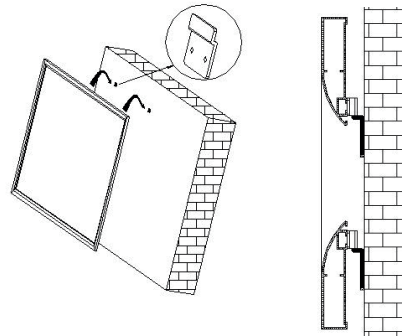

Imagen 16
3. Monte el soporte de montaje (C) con los tornillos de rosca (F) y los tacos de plástico (K) en un soporte de carga. Si es necesario, taladre previamente y/o utilice material de montaje adecuado para su superficie.
4. Cuelgue la pantalla en los soportes como se muestra en la Fig. 16. El montaje estaría por tanto finalizado.